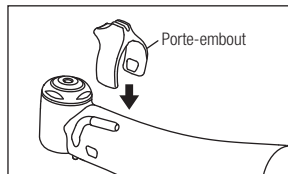

Fig. 5
1) Fixez le porte-embout. (Fig. 5)